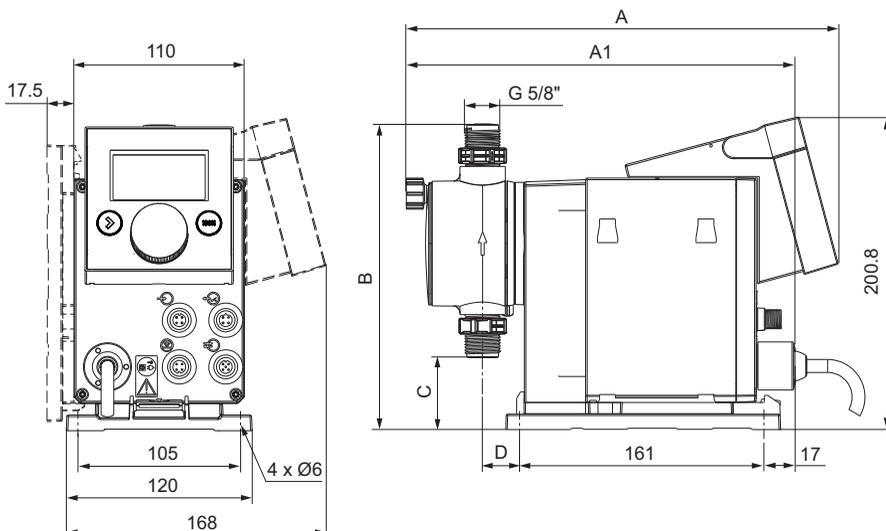

Fig. 4 Plano dimensional
- La placa de fijación debe utilizarse como plantilla de perforación, por favor véase fig. 4 para las distancias entre los orificios de perforación.